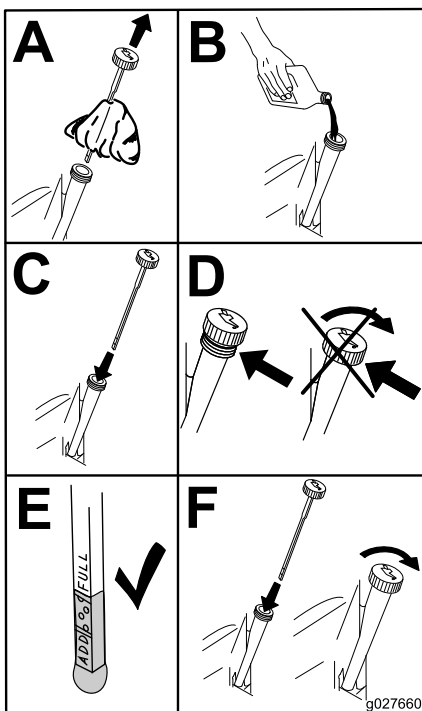

Figura 63
5. Vierta lentamente un 80% aproximadamente del aceite especificado por el tubo de llenado, luego añada lentamente el resto del aceite hasta que llegue a la marca **Lleno** (Figura 63).